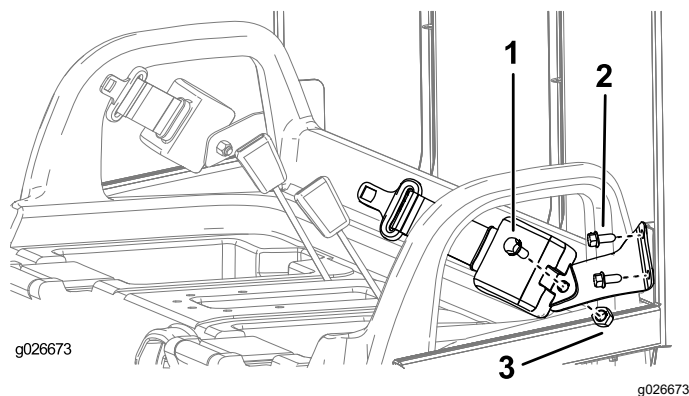

Figura 10
1. Monte un soporte de cinturón de seguridad en cada pestaña del ROPS con 2 pernos (3/8"), como se muestra en la Figura 10.
3. Monte el extremo retraíble de cada conjunto de cinturón de seguridad en el soporte de anclaje correspondiente con un perno (7/16") y una tuerca (7/16"), tal y como se muestra en la Figura 10.